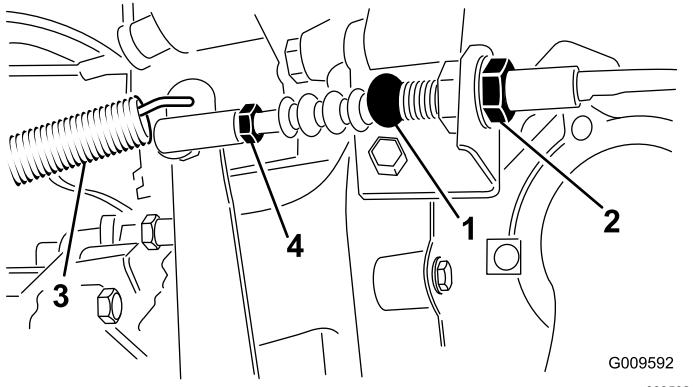

図 68
1. クラッチケーブルをベルハウジング上のブラケットに固定しているジャムナットをゆるめる図 68。